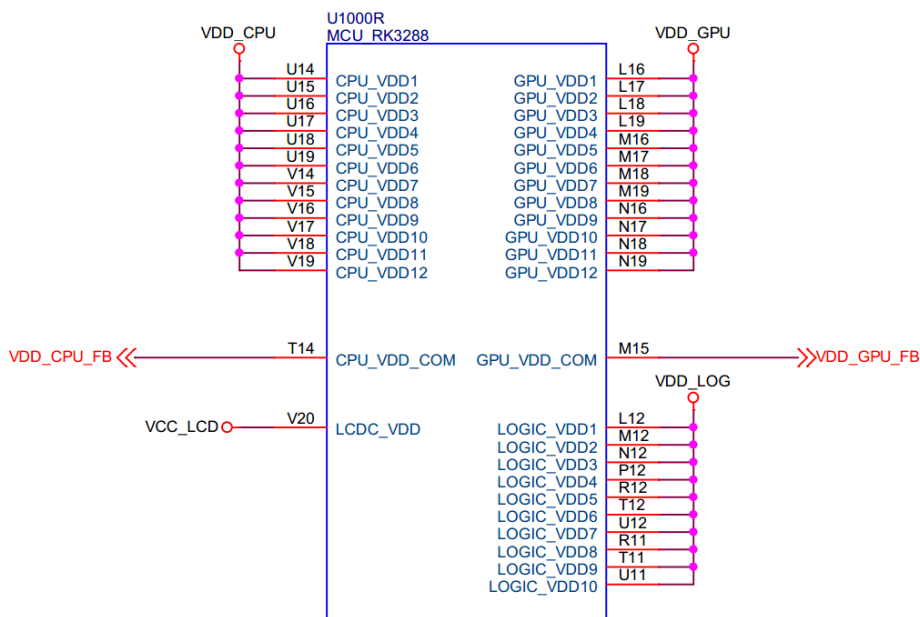

图14-9
- 设计时请确保LCDC_VDD供电正常，否则会出现显示异常的情况，如图14-9的pin V20;